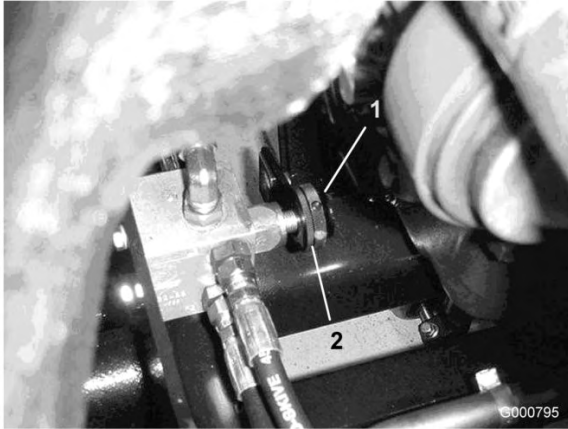

Figura 90
- Localice la válvula de ajuste de las unidades de corte traseras, situada delante del eje trasero (Figura 90).
- Afije la anilla de bloqueo que sujeta el mando (Figura 90).